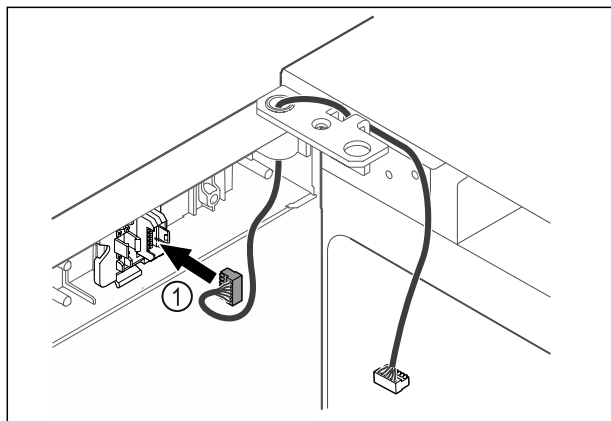

Fig. 44
- Vtič Fig. 44 (1) vstavite v držala vtiča.